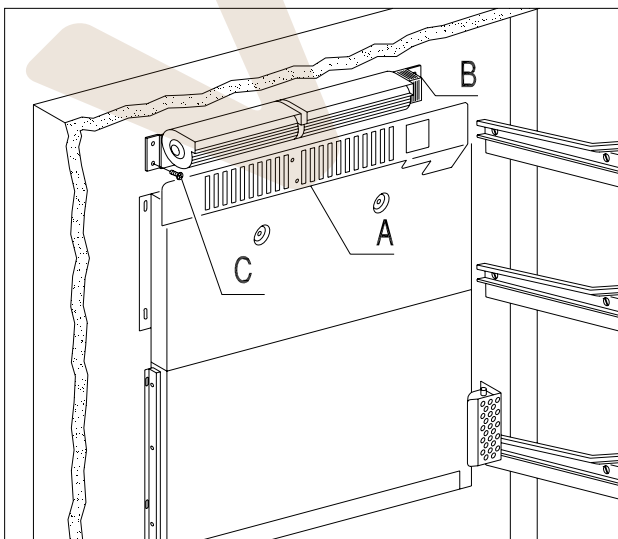

FIG. 16
- 5) Sacar la rejilla ref. A FIG. 16 desenroscando los tornillos de fijación.